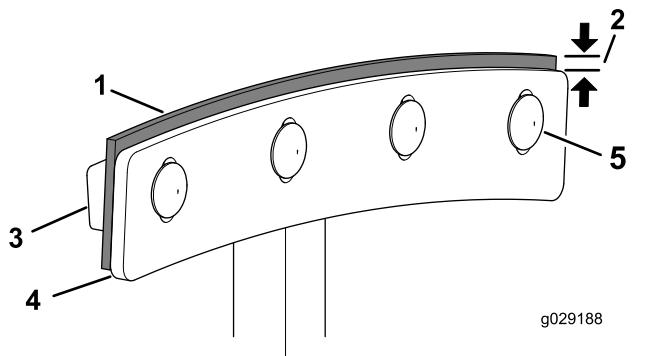

Figura 70
- Afloje los pernos de cabeza redonda y las contratuerca prensadas que sujetan la hoja de la paleta y la escobilla a la paleta (Figura 70).